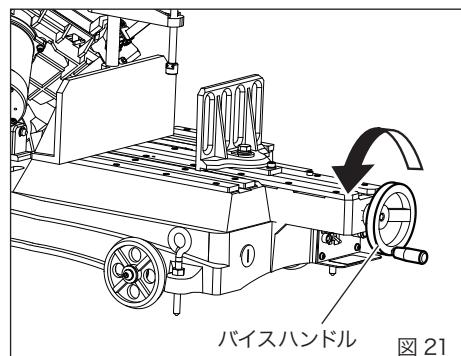

図 21
①バルブレバーを右いっぱいに回し、フレームの持ち手部を持って切断材料に入る高さまで上げてください。
②バイスハンドルを反時計方向に回すとプレート A とプレート B 間は広がります。切断材料に入る幅まで広げてください。(図 21)